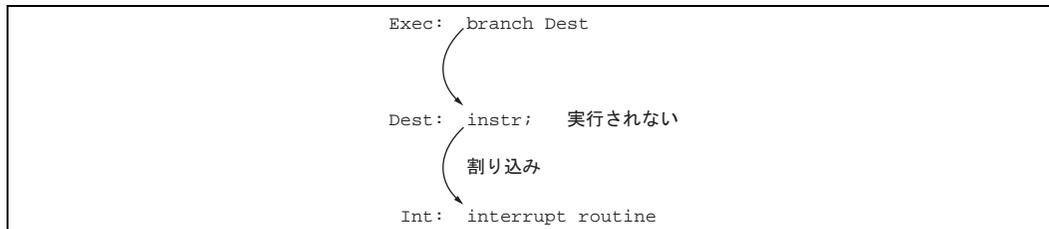

図 6.2 分岐命令を実行する前に割り込みが生じる場合
2. BRSR に格納されているアドレスと BRFR に格納されているポインタから、分岐が発生する直前に実行されていた命令のアドレスを計算できます。BRSR に格納されているアドレスを BSA、BRFR に格納されているポインタを PID、分岐発生前のアドレスを IA とすると、計算式は、 $IA=BSA-2 \times PID$  となります。分岐先の命令が実行される前に割り込み (分岐) が生じた場合には注意が必要です。図 6.2 の場合、分岐の直前に実行された命令 "Exec" のアドレスは、 $IA=BSA - 2 \times PID$  によって計算されます。しかしながら、分岐 "branch" が遅延スロットを持つ遅延分岐命令で、分岐先が  $4n+2$  のアドレスである場合、分岐命令によって指定される分岐先アドレス "Dest" はそのまま BRSR に格納されます。したがって、計算式  $IA=BSA - 2 \times PID$  はこの場合には適用されないため、この PID は無効です。BSA が  $4n+2$  境界であるのはこの場合だけで、表 6.3 のように分類されます。